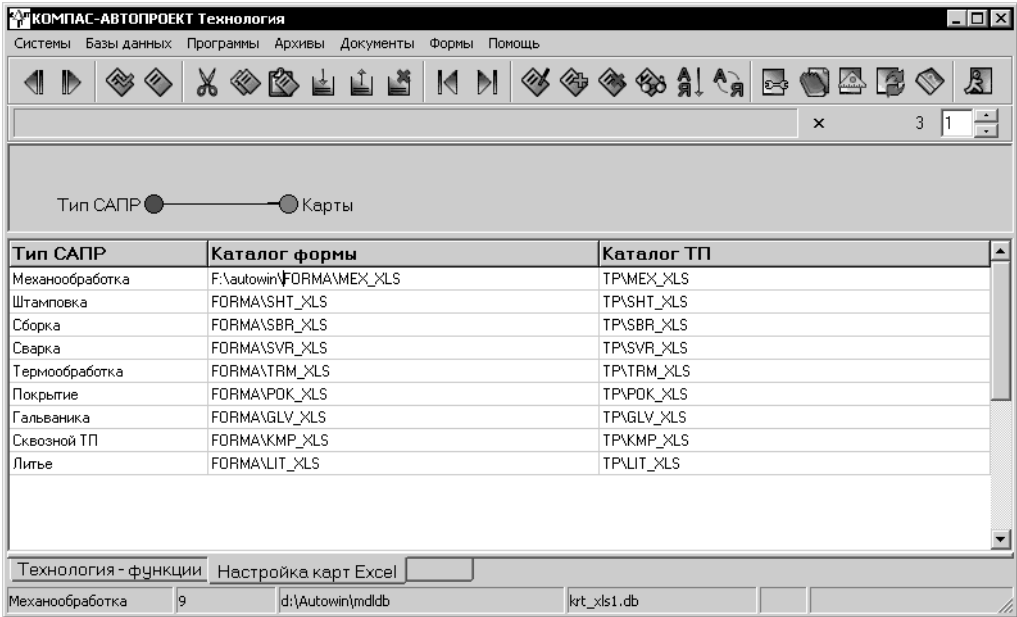

Рис. 1.11. Назначение сетевого пути к каталогу образцов форм
- 6.3. Для всех подсистем внести изменения в поле **Каталог формы** (рис. 1.11).